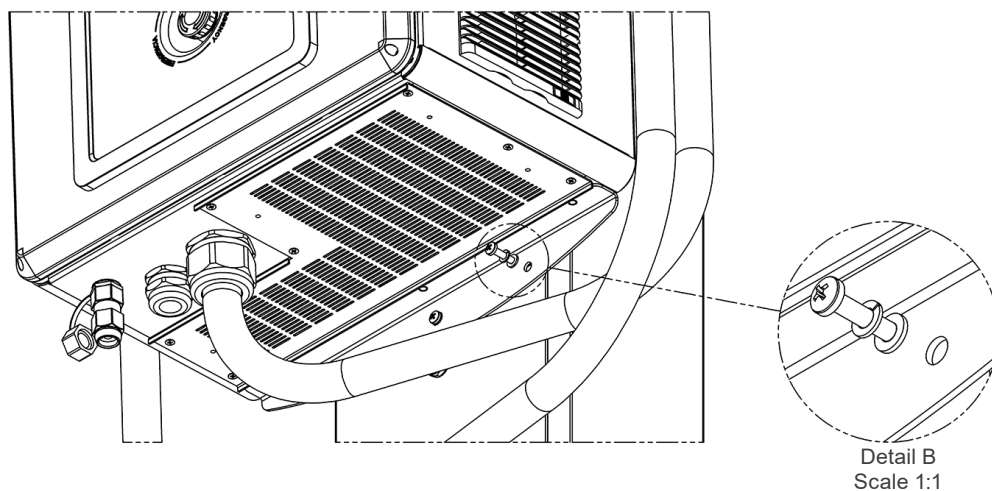

Figura 3.13: Exemplo de fixação dos parafusos inferiores
3. Inicie a fixação pela parte inferior da estrutura, através dos três (03) pontos nela existentes, utilizando três (03) parafusos sextavados M6, conforme Figura 3.13 na página 3-12.